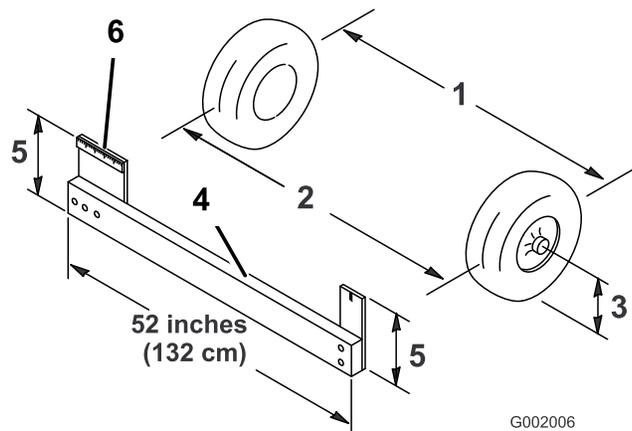

图45
4. 以轮轴的高度为标准分别测出两个前轮的轮前距离和轮后距离图45。
注意 要测量轮轴高度的前轮轮后距离需要使用夹具或定位仪。使用相同的夹具或定位仪还可以以轮轴高度为标准准确测量前轮的轮前距离图45。